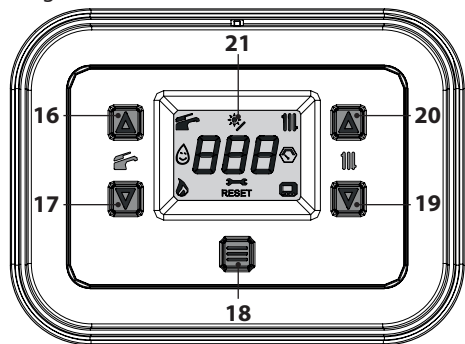

Figura 2.5
- Tenere premuto per 1 secondo il tasto 18 fino a far apparire sul display il simbolo  Figura 2.5.
La temperatura dell'acqua calda di mandata riscaldamento è regolabile agendo sui tasti 19 (diminuzione) e 20 (aumento) (Figura 2.5) da un minimo di circa 25°C ad un massimo di circa 80°C. Alla prima pressione di uno dei due tasti si ha la visualizzazione del valore di "set",
Comunque se la temperatura ambiente non dovesse essere confortevole si può aumentare o diminuire la temperatura di mandata dell'impianto riscaldamento di $\pm 15^{\circ}\text{C}$ agendo sui tasti 19 (diminuzione) e 20 (aumento) (Figura 2.5).
La temperatura dell'acqua calda sanitaria è regolabile agendo sui tasti 16 (aumento) e 17 (diminuzione) (Figura 2.5) da un minimo di circa 35°C ad un massimo di circa 60°C . Alla prima pressione di uno dei due tasti si ha la visualizzazione del valore di "set", alla seconda pressione si accede alla modifica.